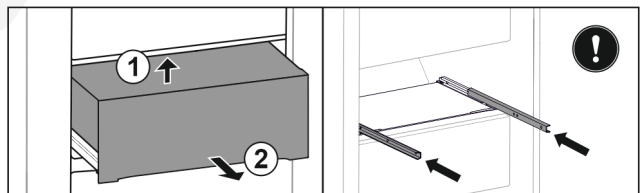

Fig. 99
- ▶ Emelje meg alulról a fiók hátulját. Fig. 99 (1)
- ▶ Vegye ki a fiókot előre. Fig. 99 (2)